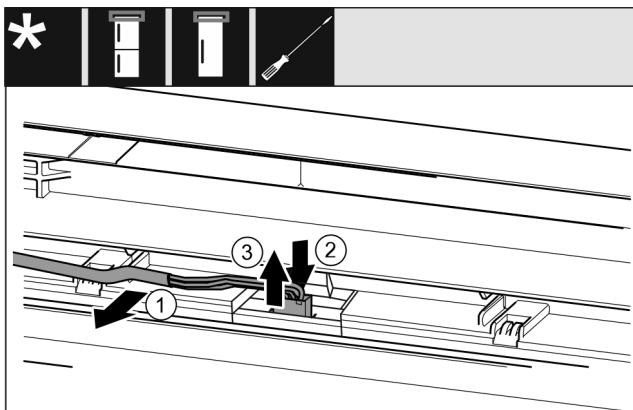

Fig. 20
- ▶ Desprindeți cu precauție cablul gri din ghidaj în ușa. Fig. 20 (1)
- ▶ Apăsați eclisa din spatele fișei spre înapoi. Fig. 20 (2)
- ▶ Extrageți cu precauție fișa în sus. Fig. 20 (3)